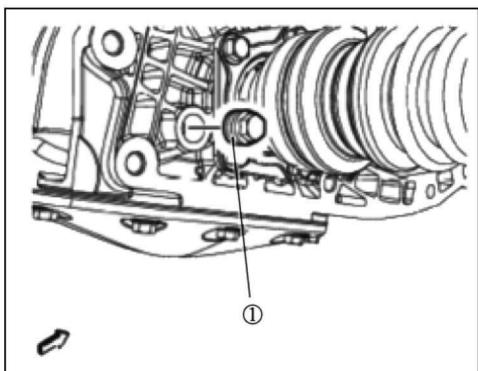

图 1-15 安装变速器油检查螺塞
- ⑧ 安装发动机控制模块。
- ⑨ 举升车辆。
- ⑩ 如图 1-15 所示,安装变速器油检查螺塞①。
- ⑪ 紧固变速器油检查螺塞 $6 \text{ N} \cdot \text{m}$,并旋转 $45^\circ \sim 180^\circ$ 。
- ⑫ 安装前舱隔音板(若装备有该部件)。
⑬ 降下车辆。